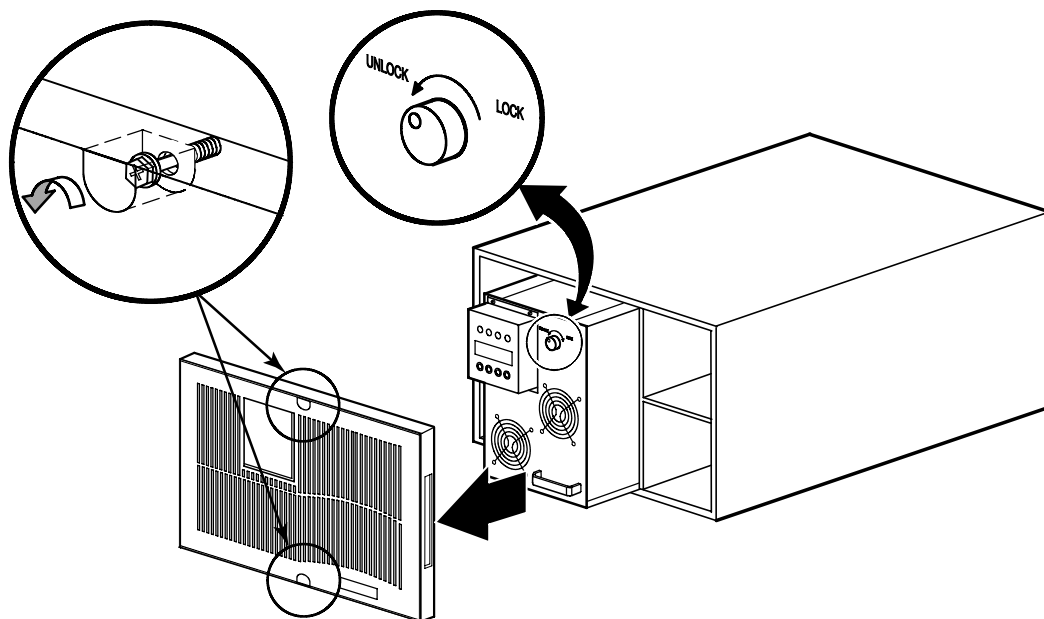

Рисунок 46. Извлечение электронного модуля
1. Снимите переднюю крышку ИБП (см. рис. 46).